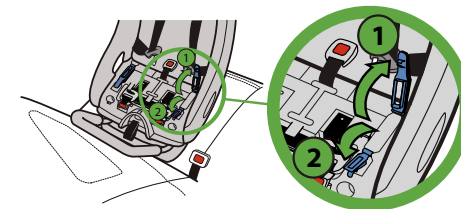

Figura 30
Si se coloca con el cinturón de regazo y hombro, abra uno (1) de los broches del cinturón para la posición viendo hacia atrás, como se muestra en la **figura 30**. Puede utilizar cualquiera de los broches que ofrezca la instalación más segura.